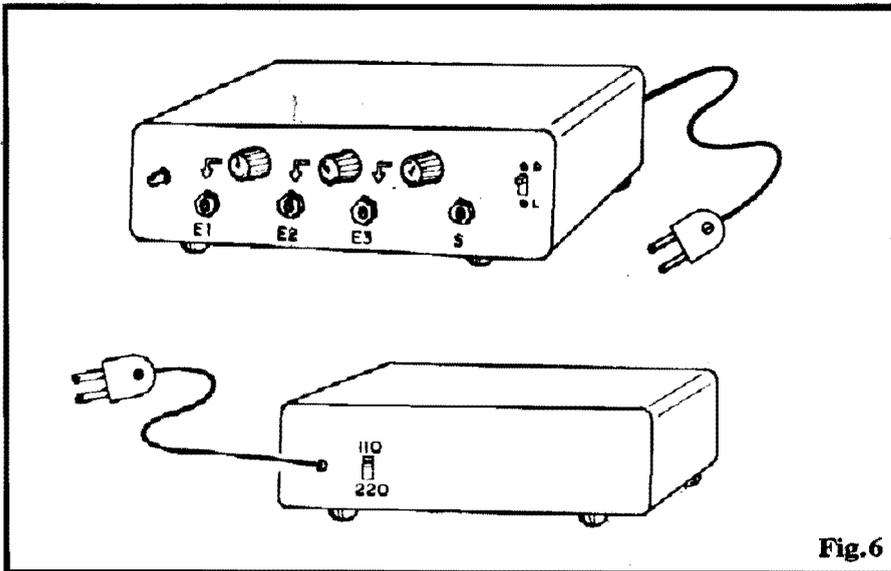

Fig.6
- FIG. 6 - O ACABAMENTO DO TREGUA - Embora não "obrigatória", a configuração externa, o "jeitão" do TREGUA acabado, deve - na nossa opinião - ser mais